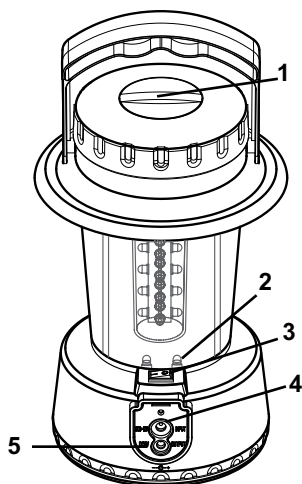

Fig.1
- Abra a tampa da tomada de carga da lanterna para mostrar as duas tomadas. A tomada maior (Fig. 1; Símbolo 4) é a da entrada do painel solar. Ligue a lanterna com o painel solar para carregar com o cabo incluído. Poderá também ligar a uma fonte de alimentação CA/CD com um cabo adaptador CD (não incluído). A tomada pequena (Fig. 1; Símbolo 5) é uma saída DC 6-7 V para dispositivos de tensão baixa.
- A lanterna tem dois interruptores. Um na parte superior (Fig. 1; Símbolo 1) para ligar/desligar a luz LED quando rodado
para o lado esquerdo/direito. O interruptor pequeno é o interruptor principal de todo o produto (Fig. 1: Símbolo 3). Este interruptor principal precisa de ser ligado de modo a activar todas as funções assim como quando carrega a bateria.
- A lanterna tem dois indicadores LED (Fig. 1: Símbolo 2), o LED vermelho indica “A carregar” quer do painel solar ou do dispositivo de alimentação CA/CD (6-12 V CD, não incluído) e o LED verde indica que o produto se encontra “A funcionar” em boas condições. Quando carregada pelo módulo solar, o tempo de carga durará cerca de 12 horas sob condições de sol intenso. Utilize o módulo solar para a carga inicial durante pelo menos um dia sem utilizar a lanterna. O tempo de iluminação durará cerca de 5 a 6 horas com a bateria completamente carregada.
- Quando o indicador luminoso LED fica escuro, desligue-o (Fig. 1: Símbolo 1) e desligue quaisquer aplicações e, a